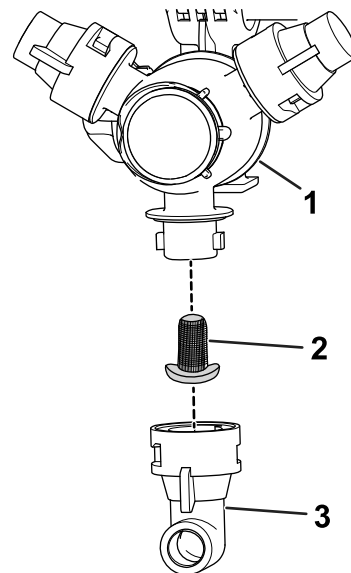

Figura 91
- Îndepărtați duza din turela de pulverizare (Figura 91).
- Îndepărtați vechiul filtru al duzei (Figura 91).
- Montați un filtru de duză nou (Figura 91).
- Montați duza la turela de pulverizare (Figura 91).